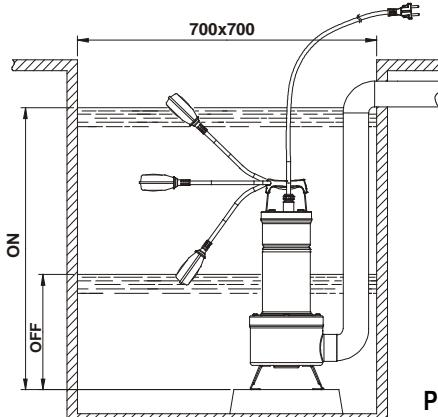

Рис.1
- 4.1 В случае, если на дне колодца, в котором должен работать насос, имеется много ила, необходимо предусмотреть стойку для установки насоса во избежание засорения решетки всасывания (**Рис.1**).
- 4.4 Для моделей, оснащенных поплавковым, выключателем, необходимо проверить, чтобы он не был заблокирован (СМОТРЕТЬ ПАРАГРАФ РЕГУЛЯЦИЯ ПОПЛАВКОВОГО ВЫКЛЮЧАТЕЛЯ). Предусмотреть минимальные размеры колодцев, как указано на **Рис.1**. Необходимо всегда расчитывать размеры колодца также соответственно имеющемуся объему воды и расходу насоса таким образом, чтобы не подвергать двигатель чрезмерно частым запускам.